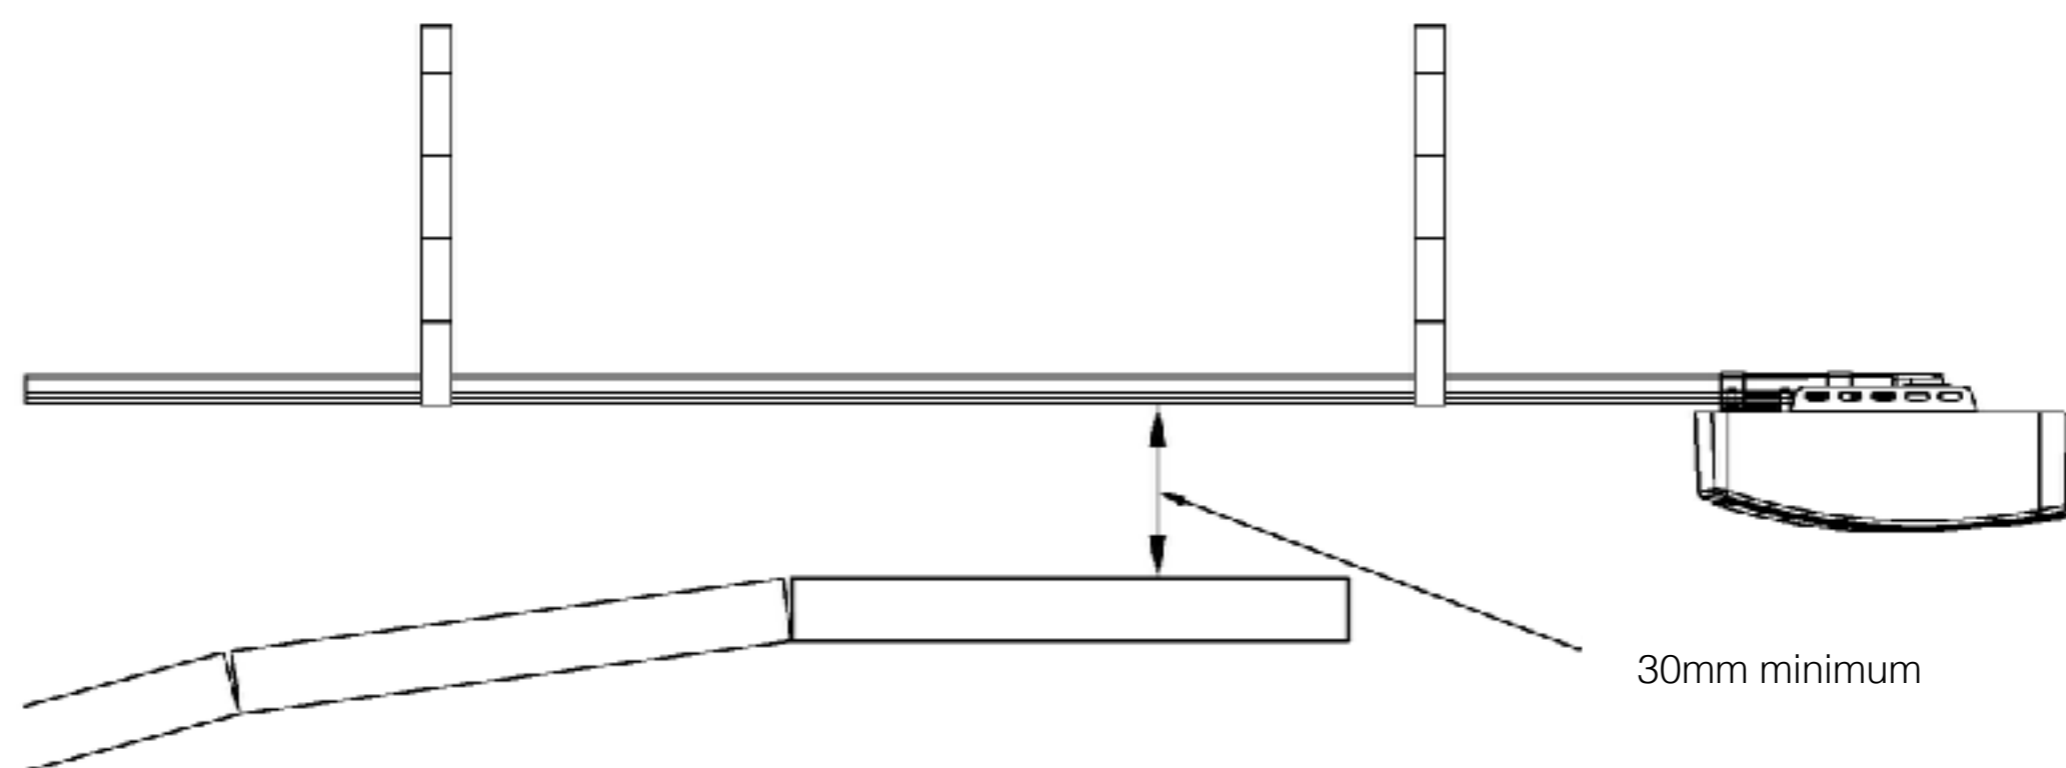

Figure 1
5. Il devrait y avoir un écart minimum de 30 mm entre le bas du rail et le haut de la porte du garage. (Voir la figure 1)